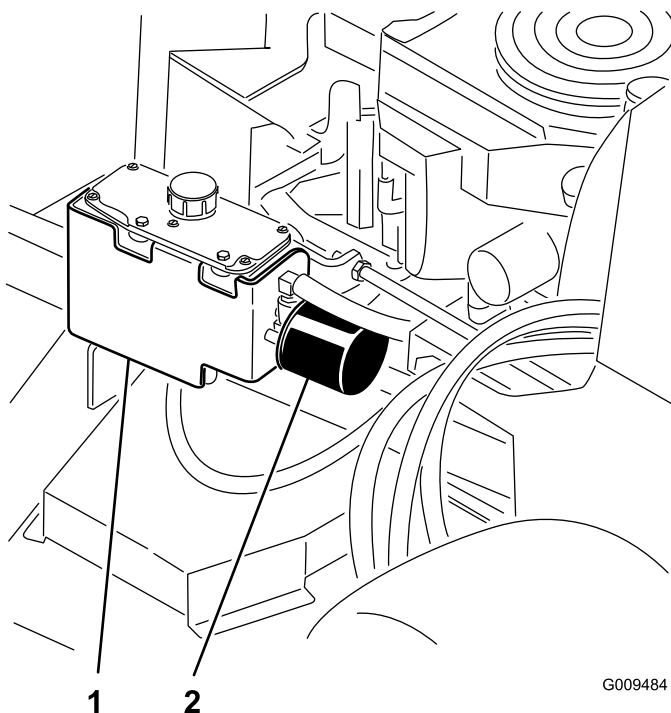

Figura 75
3. Localize o filtro e coloque um recipiente sob o filtro (Figura 75).